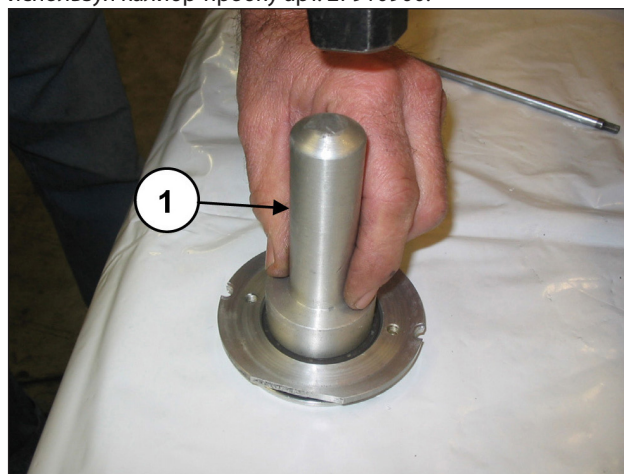

Рис. 157
Установите сальник в крышку сальника (поз. ①, Рис. 157), используя калибр-пробку арт. 27910900.